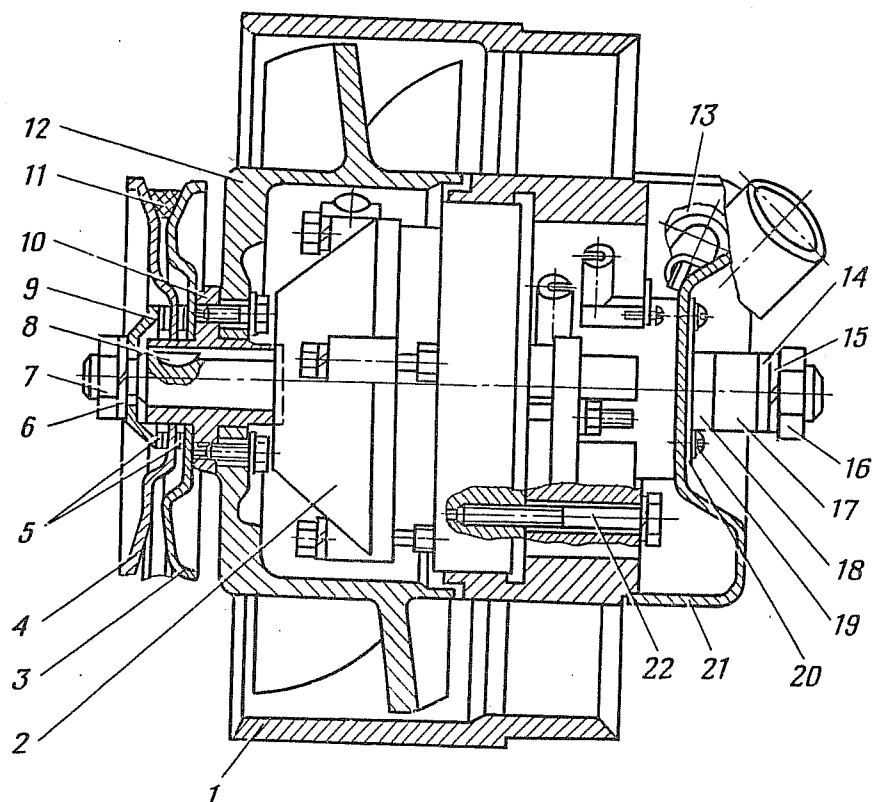

Рис. 87. Вентилятор с генератором в сборе:
- 1.6. Отвернуть гайку 7 (рис. 87), снять пружинную шайбу 6, нажимной колпачок 9, регулировочные шайбы 5, заднюю половину 4 шкива вентилятора, ремень 11 и переднюю половину 3 шкива вентилятора (ключ 24).
- 1.9. Отвернуть гайку 16 (рис. 87), снять пружинную шайбу 15, шайбу 14 и втулки 17 и 18 (ключ 24).
2.2. Установить генератор 2 (рис. 87) в направляющий аппарат 1 вентилятора и закрепить болтами 22 со стопорными шайбами (ключ 10).
2.6. Установить на вал генератора со стороны привода колесо 12 (рис. 87) вентилятора в сборе со ступицей 10, переднюю половину 3 шкива вентилятора, регулировочные шайбы 5, заднюю половину 4 шкива вентилятора, ремень 11, нажимной колпачок 9 шкива вентилятора и закрепить гайкой 7 с пружинной шайбой 6. Гайку не затягивать.